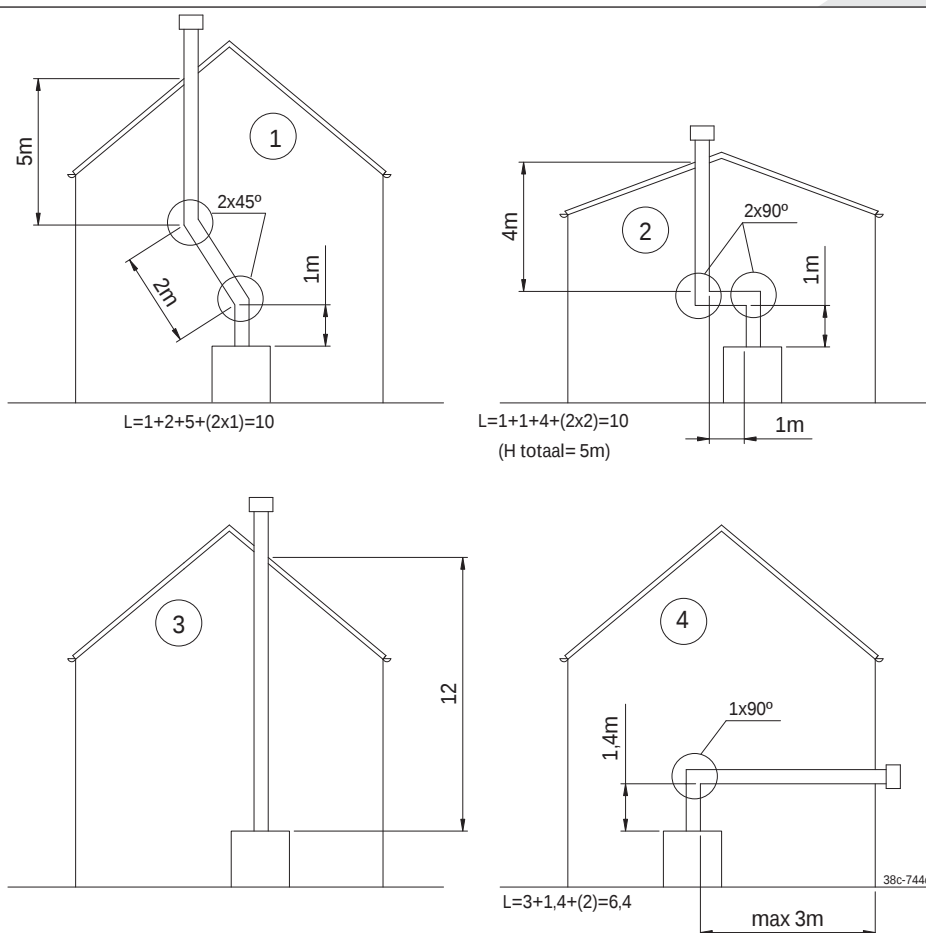

fig. 4
### Aansluitmogelijkheden (fig. 4)
- altijd eerst 1 meter pijp verticaal plaatsen, behalve fig. 4, voorbeeld 4.
De maximale totale lengte is de som van de buislengte plus de vervangende lengte voor de bochten (zie de 4 voorbeelden in fig. 4).
- Maak een keuze uit de aansluitmogelijkheden volgens fig. 4.